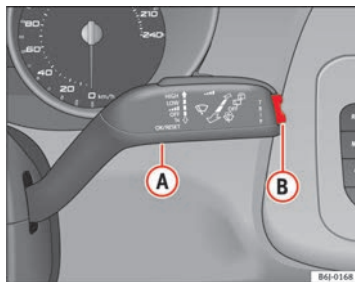

Abb. 35 Scheibenwischer- und Scheibenwischerhebel: Taste A und Wippe B
In der Multifunktionsanzeige (MFA) kann durch Betätigen der Wipptaste ⇒ Abb. 35 (B) am Scheibenwischerhebel zwischen folgenden Anzeigen gewechselt werden: